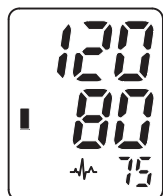
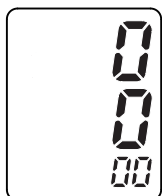

Рис. 3-1
Рис. 3-2
- На ЖК-дисплее на короткое время появится последнее измерение, сохраненное в памяти. См. рис. 3-1. Если в приборе нет измерения, сохраненного в памяти, на ЖК-дисплее появляется «0» для измерения артериального давления и частоты пульса. См. рис. 3-2.